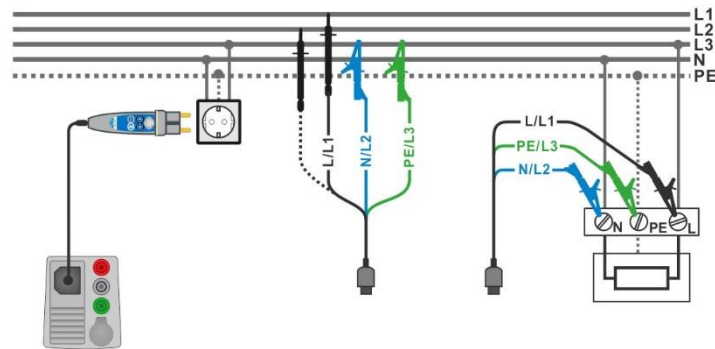

Abbildung 7.113: AUTO TN Messung
- Schließen Sie den 3-Leiter Prüfadapter oder den Commander Prüfstecker am Prüfling an, siehe **Abbildung 7.113**.